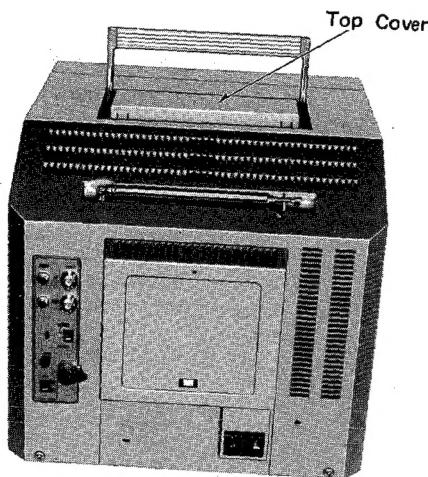

Abb. 1
1. Deckel im Handgriffteil nach oben abziehen, wie in Abb. 1 gezeigt.